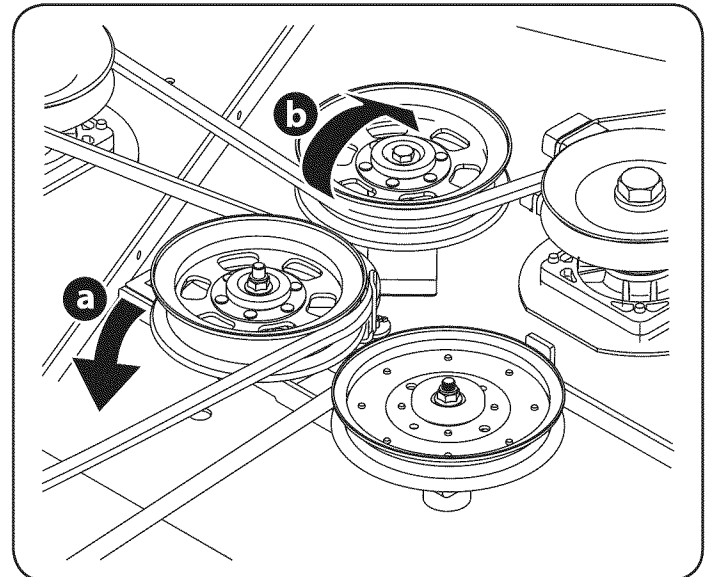

Figura 34
- b. Desde la parte media del tractor, haga girar el soporte de polea loca y la polea loca móvil hacia atrás, separándolos de la parte posterior de la correa en 'V' (a) a una distancia suficiente que permita levantar la correa, por encima de la polea loca (b). Vea la Figura 34.